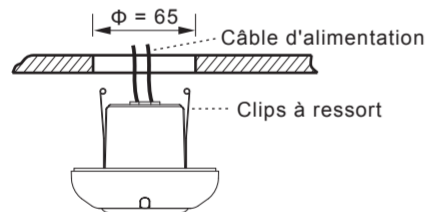

FIG. 12
4.4.2.4 Rabattre les deux clips à ressort et insérer le détecteur dans les trous percés dans le plafond (voir FIG. 12).